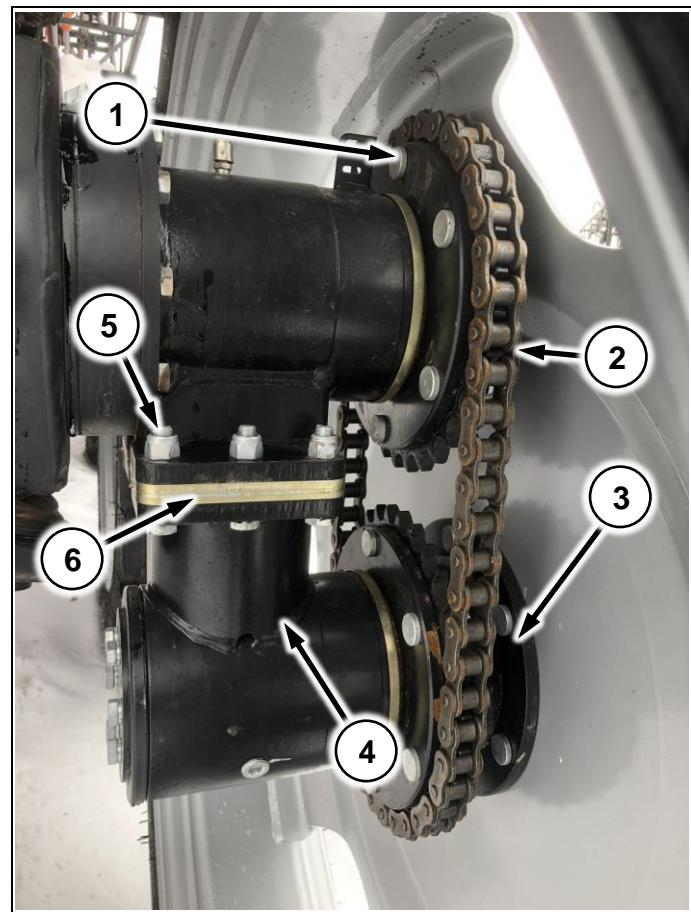

Рис. 213
Служит для увеличения клиренса машины при помощи специальных проставок (Рис. 213/4), которые крепятся к редукторам машины, при помощи болтов (Рис. 213/5), на специальные площадки.
- 1 Прикрутите приставку к редуктору при помощи болтов (Рис. 213/5);
- 2 К ступице машины прикрутите звезду (Рис. 213/1), поставляемую в комплекте;
- 3 К ступице приставки прикрутите переходник (Рис. 213/3) для увеличения колеи;
- 4 Соедините редуктор и приставку при помощи цепи (Рис. 213/2)
Если при установке переходника (Рис. 213/4) провисание цепи (Рис. 213/2) больше 3см, установите шайбы (Рис. 213/6), поставляемые в комплекте с увеличителем, чтобы провисание цепи было ≤1см.
Если предполагается эксплуатация машины с увеличителем клиренса – устанавливайте переходники (Рис. 213/3), идущие в комплекте, даже без увеличителя клиренса (на узких колесах). Иначе вы не будете попадать в свою колею!